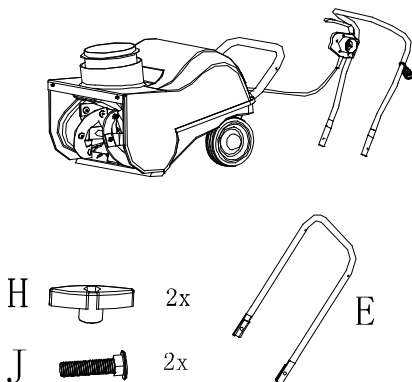

Рис.2
1. Произведите сборку рукоятки (Рис.2,3). Установите рукоятку (Е) на агрегат, совместите два отверстия, вставьте 2 болта (J), и закрепите их барашковыми винтами (Н). Установите ручку курка переключателя на рукоятку (Е), совместите два отверстия, вставьте 2 болта (J), и закрепите их барашковыми винтами (Н).